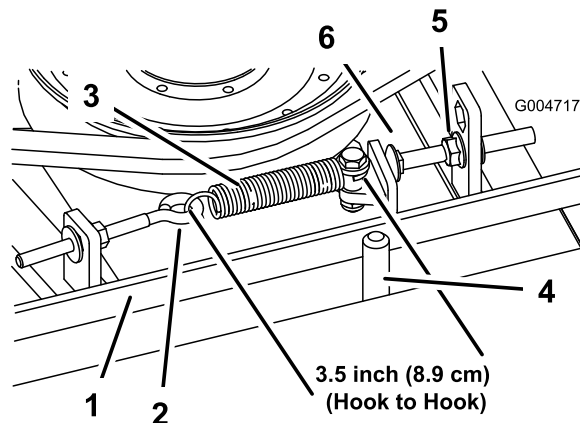

Figura 65
8,9 cm \pm 6 mm (lado interior). Logo que se obtenha a tensão correcta da mola, ajuste o pino de fecho (parafuso da carroçaria) até haver uma folga aproximada de 3 mm \pm 1,5/-0,0 mm entre a cabeça do parafuso e o braço intermédio (Figura 65).
Nota: Certifique-se de que a correia está colocada no lado da mola do guia da correia (Figura 65).
2. Desaperte o parafuso com olhal permitindo a remoção da mola de extensão (Figura 65).
3. Desaperte a porca flangeada que fixa o pino de fecho na patilha de montagem. Puxa a porca ligeiramente para trás para permitir que o braço intermédio passe pelo pino de fecho (Figura 65). Retire a polia intermédia da correia para aliviar a tensão da correia.
8. Volte a ligar a mola de extensão (Figura 65) ao parafuso de olhal e aplique a tensão na correia como se segue: